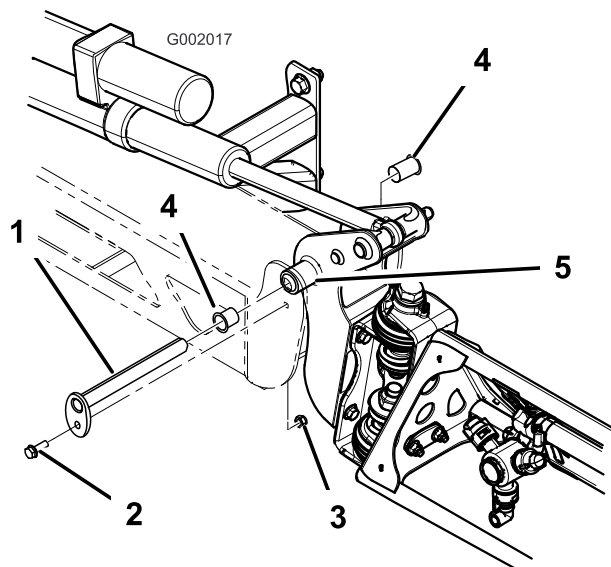

Bild 71
3. Wenn das Gewicht des Spritzgestänges abgestützt ist, nehmen Sie die Schraube und die Mutter ab, mit denen der Schwenkstift am Spritzgestänge befestigt ist (Bild 71). Nehmen Sie den Schwenkstift ab.
5. Nehmen Sie die Nylonbüchsen vorne und hinten an der Schwenkhaltung ab und prüfen Sie sie (Bild 71). Ersetzen Sie beschädigte Büchsen.
7. Montieren Sie das Spritzgestänge und die Schwenkhaltung im mittleren Rahmen und richten Sie die Öffnungen aus (Bild 71).